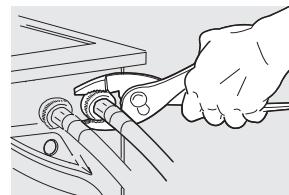

Fig. 4
- Serrez à la main jusqu'à ce qu'ils soient bien serrés. Serrez ensuite chaque raccord d'alimentation de $\frac{1}{2}$ de tour à l'aide de pinces. **Ne pas visser en diagonale ni trop serrer ces raccords.** (Fig. 4).